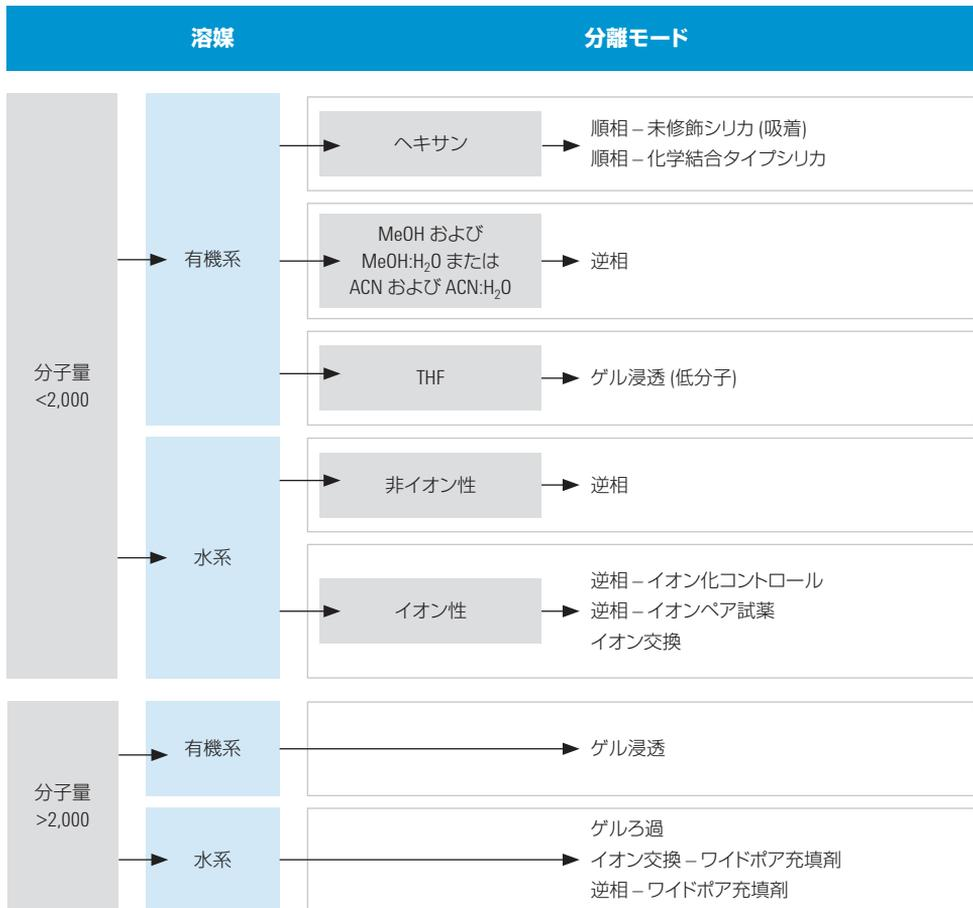

図 40. 溶媒と分離モードによる LC および LC/MS カラムの選択
最初に HPLC の分離モードを選択します。通常、分離モード選択は分析対象成分の種類と溶解性、分子量 (MW)、試料マトリックス、適切な固定相とカラムの有無に応じて決定します。図 40 および 41 に、化合物の分子量と使用する溶媒に基づく最適な分離モードの選択手順の概要を示します。